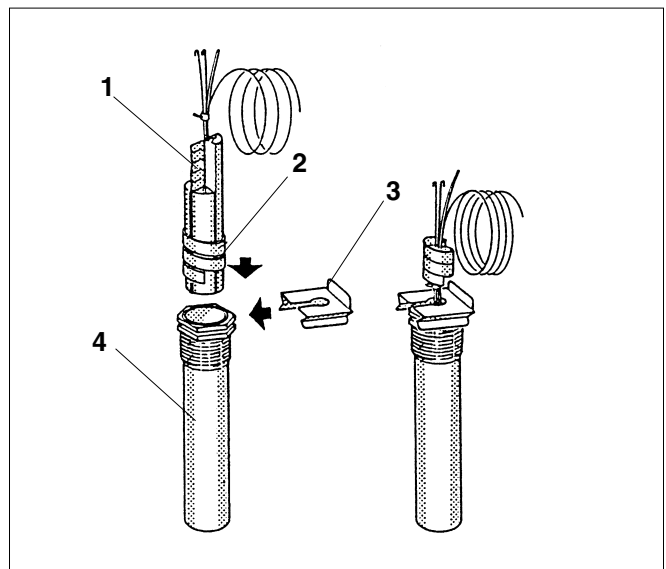

Fig. 8 Sonde nel pozzetto ad immersione (figura di massima)
- La spirale di plastica destinata a tenere unite le sonde si ritrae automaticamente durante l'inserimento (fig. 8, pos. 2).
- Per garantire il contatto fra il pozzetto ad immersione e le superfici delle sonde ed ottenere in tal modo con sicurezza la trasmissione della temperatura, la molla di compensazione deve essere inserita fra le sonde (fig. 8, pos. 1).
- Premere il blocco sonde lateralmente o dall'alto sulla testa del pozzetto ad immersione (fig. 8, pos.3).
Legenda della fig. 8: